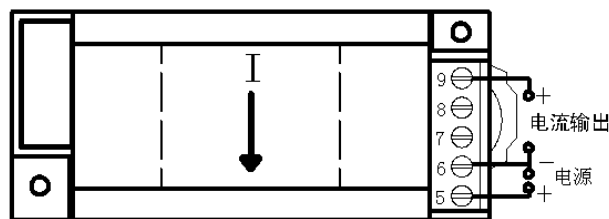

图 4 电流输出接线图
- ① 按图 4 所示的螺孔位置在固定板上攻丝 M3 螺钉孔;
② 使用 M3 的螺钉拧入螺钉孔中固定。